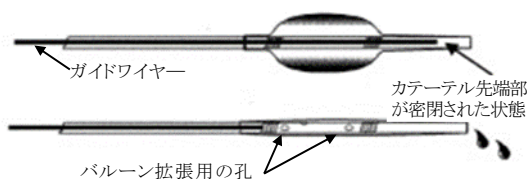

図 2
- ガイドワイヤーのコイル部分(遠位部 10 cm)で、カテーテル先端部をシーリングすることにより、バルーンを拡張する(図 2 参照)。